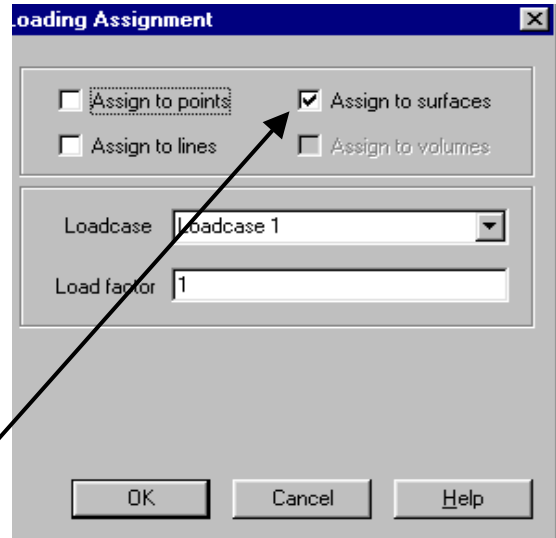

Fig. 31
- în caseta de dialog care apare pe ecran (fig. 31) vă asigurați că încărcarea este atribuită suprafețelor (**Assign to surfaces**) în cazul 1 de încărcare (**Loadcase 1**) și cu factorul **1** de multiplicare